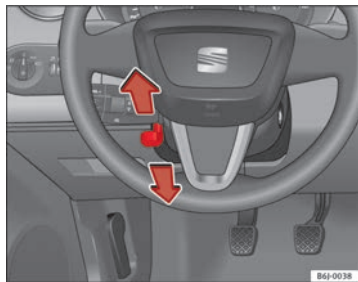

Fig. 104 Réglage en hauteur du volant
- Poussez le levier ⇒ fig. 104 situé sous la colonne de direction vers le bas ⇒ ⚠.
- Réglez le volant jusqu'à ce que vous obteniez la position souhaitée ⇒ fig. 104.
- Réglez le siège du conducteur ou le volant de sorte que la distance entre celui-ci et votre thorax soit au moins de 25 cm ⇒ fig. 104. Si vous ne respectez pas cette distance minimale, le système d'airbags sera dans l'incapacité de vous protéger – danger de mort !